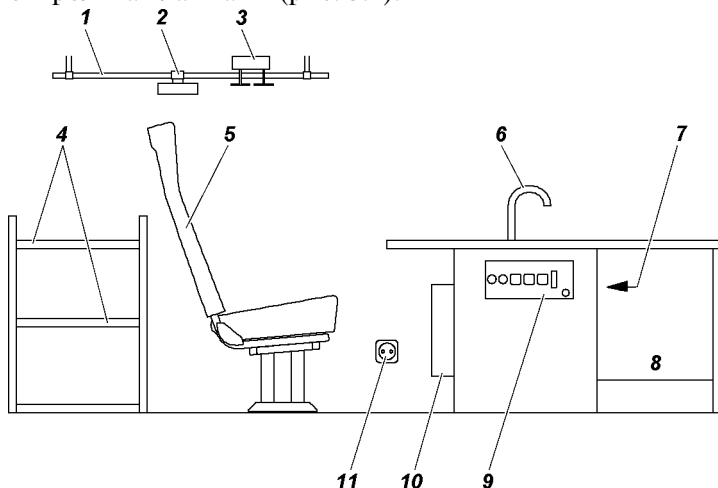
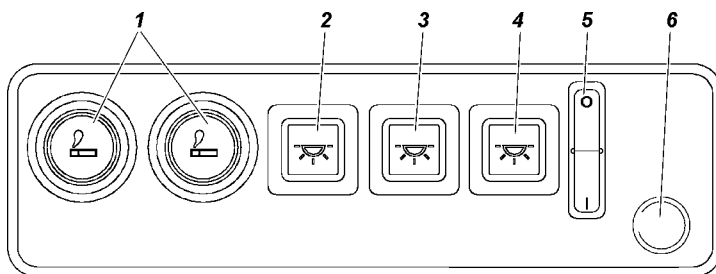
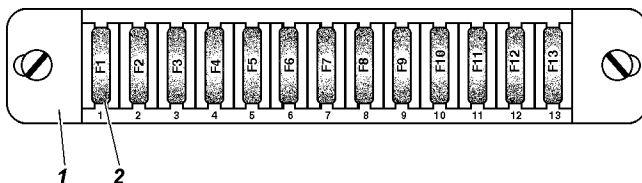

Рис. 3.4. Медицинский салон автомобиля УАЗ-396295-470
Рис. 3.5. Блок выключателей:
Рис. 9.2. Блок плавких предохранителей: 1 -корпус блока предохранителей; 2 -F1...F13 плавкие предохранители (см. таблицу)
- дополнительными светильниками медицинского салона (блок выключателей рис. 3.5);
1 -леер; 2 -светильник; 3 -держатель капельниц; 4,8 -шкаф для приборов и медицинских укладок; 5 -кресло врача; 6 -стол с электроумывальником; 7 -блок предохранителей (рис. 9.2) и реле блокировки двигателя; 9 -блок выключателей (см. рис.3.5), 10 -преобразователь напряжения; 11 -розетка 220В
Реле блокировки двигателя (расположено в медицинском салоне, в столе (см. рис. 3.4) на обивке боковины) предназначено для предотвращения включения стартера, при подключенном внешнем источнике питания 220В.
Сеть 12В имеет блок предохранителей (поз. 7 рис. 3.4, 9.2). Непосредственно от штатной аккумуляторной батареи питаются:
На щитке управления, расположенном в медицинском салоне на столе (см. рис. 3.5), производится включение/отключение:
Блок предохранителей (рис. 9.2) оборудования медицинского салона установлен в столе на боковой поверхности стенки, см. рис. 3.4 поз. 7.
Блок плавких предохранителей (рис. 9.2)